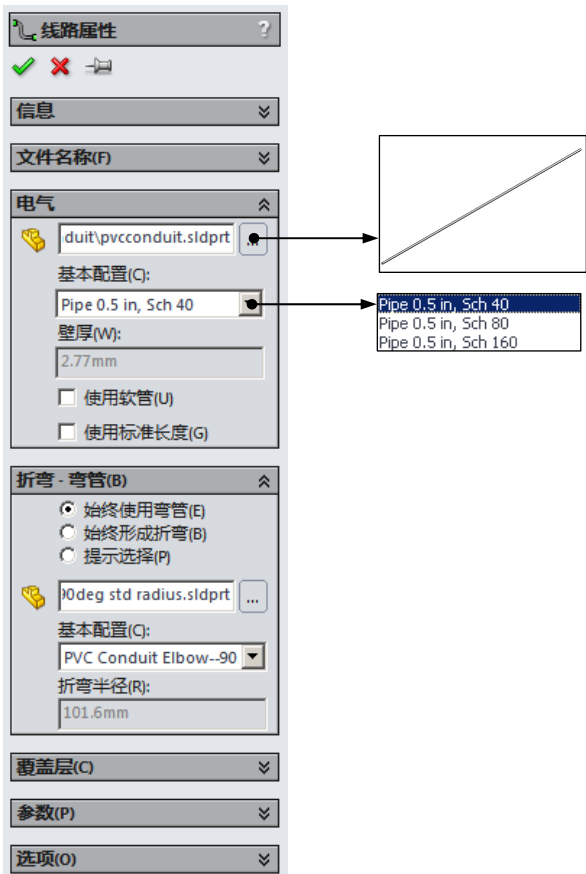

图 11.8.5 “线路属性”对话框
Step6. 定义开始步路点。右击任意端盖上的“CPoint1-conduit”，在弹出的快捷菜单中选择 **开始步路** 命令，系统弹出图 11.8.5 所示的“线路属性”对话框。